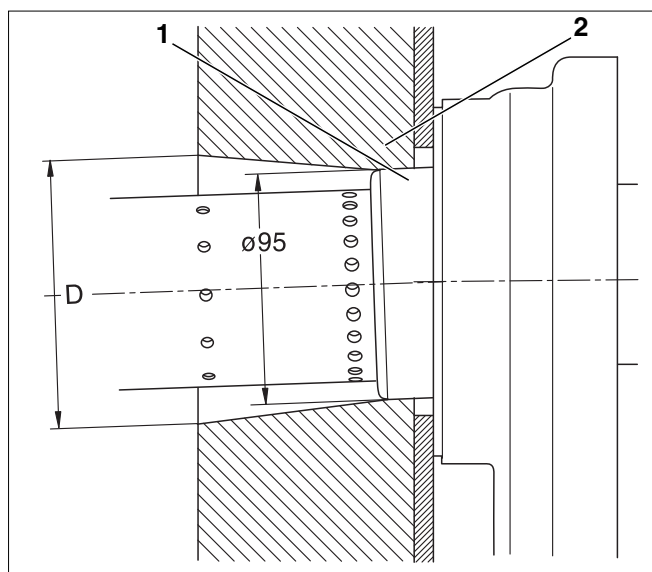

Fig. 20 Esquema de corte de la sección de la puerta (medida en mm)
Tener en cuenta que el cañón del quemador se encuentre centrado en la apertura de la insonorización de la puerta y las aperturas de recirculación del cañón del quemador estén libres. En el sector de la puerta de la cámara de combustión la insonorización de la puerta (fig. 20, **pos. 2**) debe estar en contacto con el tubo de apoyo (fig. 20, **pos. 1**).